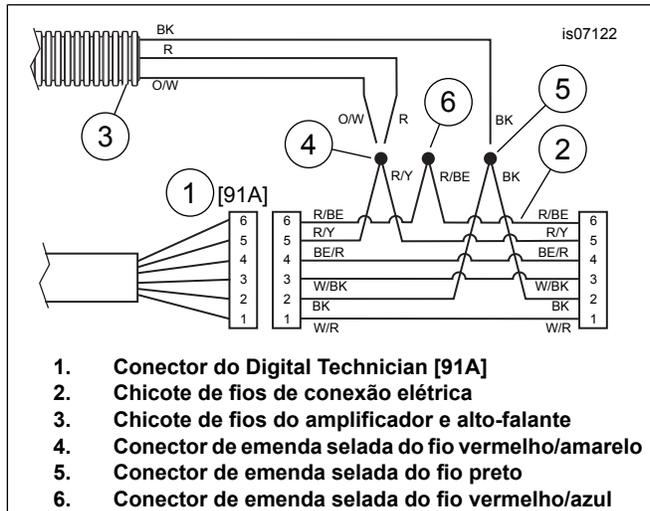

Figura 4. Diagrama da fiação, chicote de fios do alto-falante/amplificador até o chicote de fios da conexão elétrica
- Veja Figura 4. Localize o conector do Digital Technician [91A] (item 1, um conector Deutsch cinza de 6 vias com protetor de borracha) sob o assento. Coloque o chicote de fios da conexão elétrica (2) no conector do Digital Technician, mas **NÃO** os conecte agora.
- Passar os fios do alto-falante e do amplificador (3) sobre o chicote de fios da conexão elétrica. Corte os fios do alto-falante e do amplificador no comprimento adequado para alcançar facilmente os conectores de emenda selada (4 e 5) no chicote de fios da conexão elétrica.
- Emende os fios vermelho e laranja/branco do alto-falante e os fios do amplificador com o conector de emenda selada (4) do fio **vermelho/amarelo** no chicote de fios de conexão elétrica.
- Emende o fio preto do alto-falante e do amplificador no conector de emenda selada do fio **preto** (5) no chicote de fios de conexão elétrica.
- Use a pistola térmica ou o dispositivo de aquecimento para vedar a extremidade aberta do conector de emenda selada (6) dos fios **vermelho/azul** no chicote de fios de conexão elétrica.
4. Veja o Manual de serviço para obter instruções detalhadas sobre conexões de emendas seladas. Se o chicote de fios (peça N.º 69200722) tiver sido emendado anteriormente, corte as emendas existentes. Veja Figura 4 para obter a configuração de emendas múltiplas. Se o chicote de fios (peça N.º 69200722) tiver sido emendado em uma instalação anterior, verifique se o conector Molex de 8 vias está desconectado do conector do veículo [4].